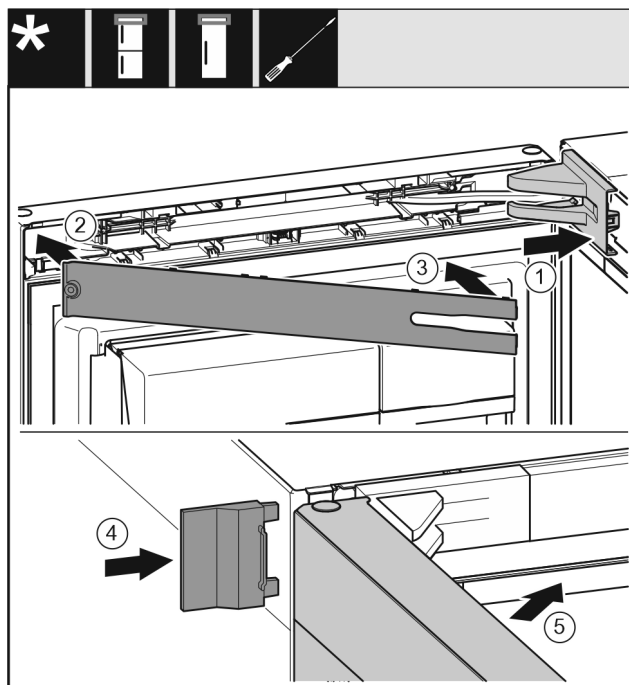

Fig. 49
- ▶ Nasad'te a zaklapněte kryt stojanu ložiska, příp. opatrně odtlačte od sebe. Fig. 49 (1)
- ▶ Nasad'te záslepku. Fig. 49 (2)
- ▶ Záslepku sklopte a zaklapněte. Fig. 49 (3)
- ▶ Nasuňte vnější kryt. Fig. 49 (4)
- ▶ Zavřete horní dveře. Fig. 49 (5)